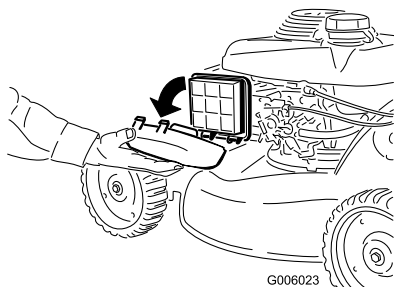

Figura 10
- B. Retire la tapa del limpiador de aire para poder ver más fácilmente el acelerador en el motor (Figura 10).